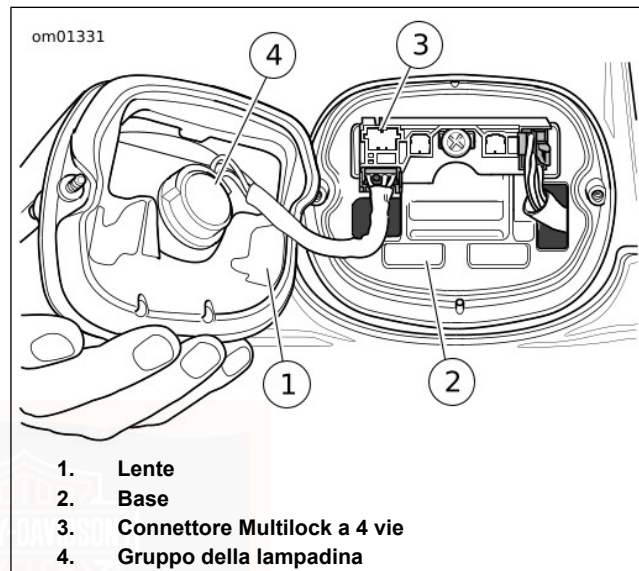

Figura 50. Gruppo della luce posteriore
1. Vedere Figura 50. Portare il commutatore di accensione su OFF (spento).